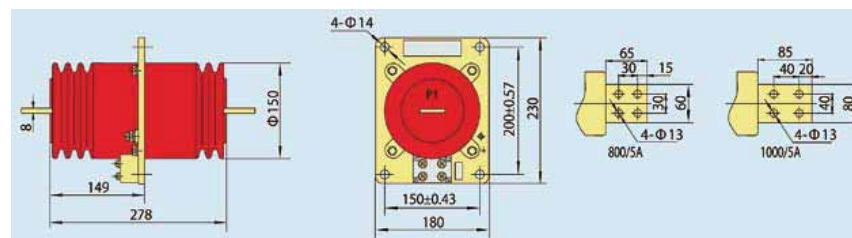

Рис. 6.3 Внешний вид и размеры трансформатора тока LA-10(Q) 800–1000 А
6.3 Внешний вид и размеры трансформатора тока LA-10(Q) 800–1000 А (см. рис. 6.3)